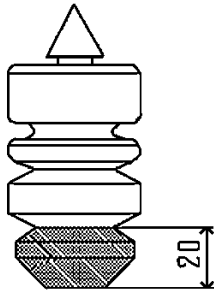

図5-1
1. 図5-1を参考に、
③バンブラバー（純正部品）
を加工してください。（図5-1）